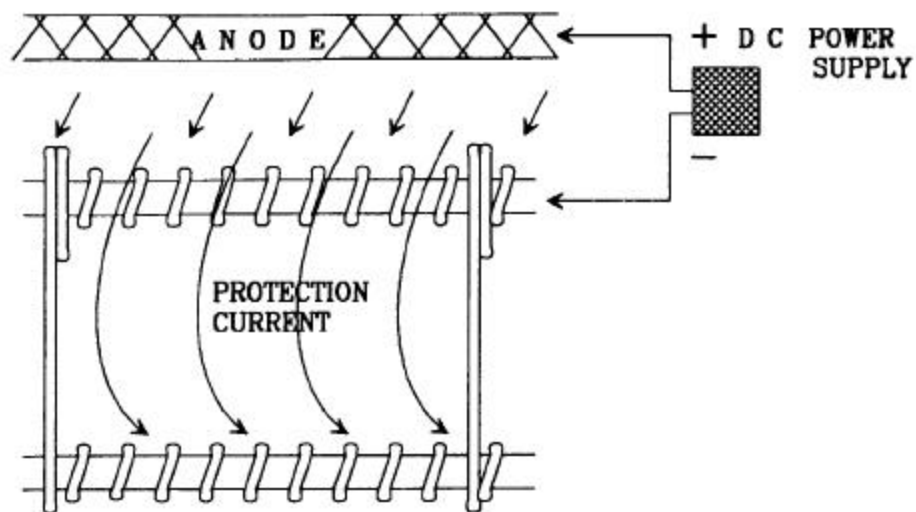

Fig 2.121 - Représentation schématique d'un système de protection cathodique.
- Un **courant continu** est appliqué aux anodes à l'aide d'un redresseur relié à une alimentation électrique (Fig 2.121).